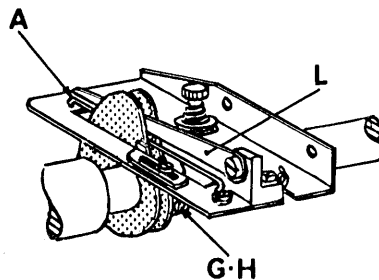

fig. 10
8. Regolazione camma tendifilo per crochet inferiore (fig 10)